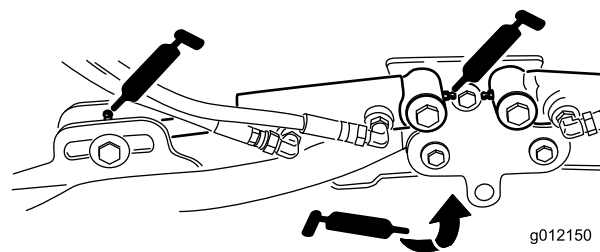

图45
- 滚刀组提升臂枢轴（每个滚刀组 2 个）(图45)
- 提升臂枢轴（每个滚刀组 1 个）（图45）